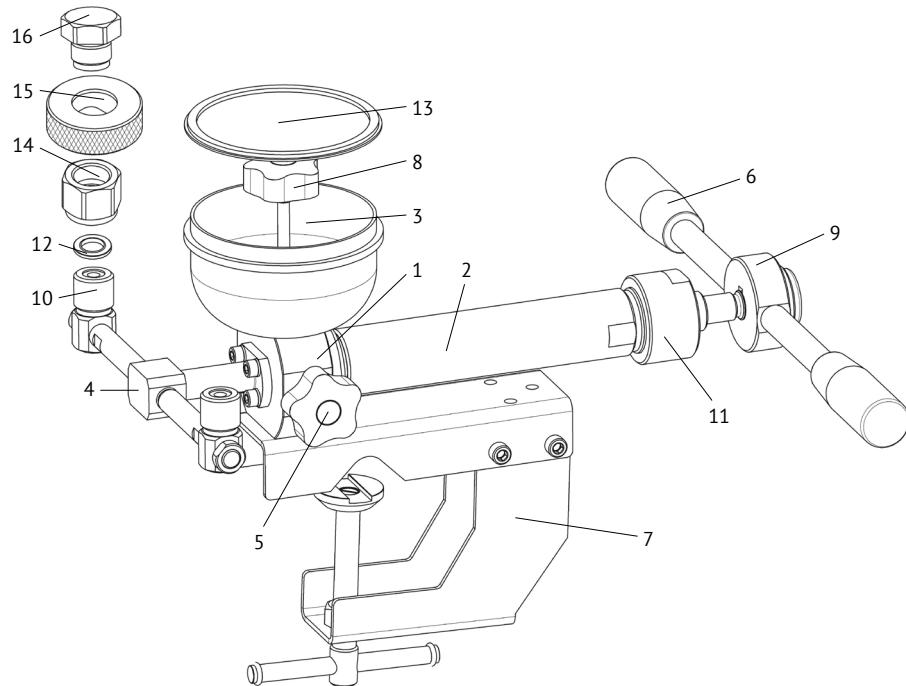

Рис. 1. Внешний вид прибора:
4.1 Пресс гидропневматический малогабаритный ПГМ состоит из бронзового корпуса 1 (Рис. 1), с присоединенным рабочим цилин-
6.3 Надежно закрепите ПГМ на столешнице или трубе посредством струбцины 7 (Рис. 1).
6.5 Установите резинометаллические уплотнения 12 (Рис. 1) на стойки 10 и накрутите требуемого размера гайки присоединительные 14 (левая резьба) из комплекта ЗИП. Проверьте состояние вентиля рам-
6.6 Залейте 100 – 150 мл рабочей жидкости в стакан. Откройте *вентиль сброса давления* 8, отвернув иглу на 2-3 оборота до момента пока рабочая жидкость не появится в отверстиях стоек для поверяемых СИ. После этого вращением по часовой стрелке закройте *вентиль рампы* 5 (Рис. 1) до упора, не прилагая больших усилий.
7.2 Проконтролируйте состояние и точность установки резинометаллических уплотнений 12 (Рис. 1), состояние торцевых поверхностей штуцеров присоединяемых СИ .
7.4 Откройте *вентиль рампы* 5 (Рис. 1), отвернув иглу на 0,5–1 оборота.
8.2 Ежедневное техническое обслуживание: произведите внешний осмотр, очистите от загрязнений и пыли — сухой, чистой ветошью. Проверьте наличие смазки на поверхности ходового винта пресса 11 (Рис. 1). При её отсутствие или недостаточном количестве произвести смазывание поверхности винта консистентной смазкой ЛИТОЛ — 24 ГОСТ 21150-87.